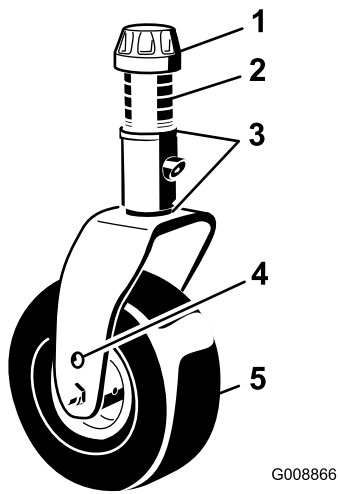

Figure 92
- Enlevez le chapeau de tension de l'axe de pivot et sortez l'axe du bras pivotant (Figure 92). Repositionnez les cales pour élever ou abaisser la roue pivotante, selon les besoins, et obtenir la bonne inclinaison.